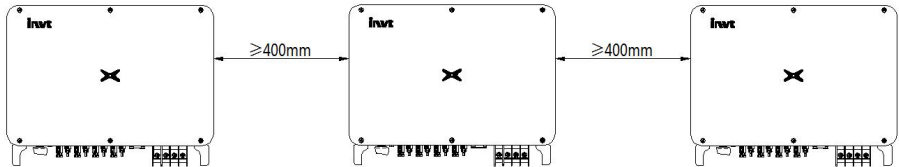

Abb. 4.5 Anforderungen bei Aneinanderreihung von Geräten
(4) Die Installationsfläche muss senkrecht verlaufen, wie in Abbildung 4.5 dargestellt. Installieren Sie den Wechselrichter senkrecht oder $\leq 15^\circ$ nach hinten geneigt, um die Wärmeabfuhr des Geräts zu erleichtern. Neigen Sie den Wechselrichter nicht nach vorn, installieren Sie ihn nicht waagrecht, auf dem Kopf stehend, nicht zu weit nach hinten und nicht seitlich geneigt.